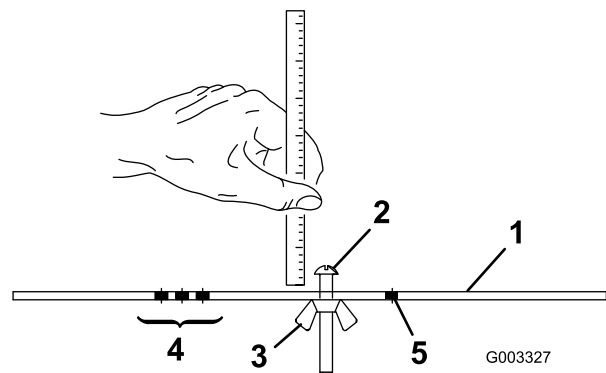

Figura 18
2. Slăbiți piulița de pe bara de distanare (Figura 18) și setați urubul de reglare la înălțimea de tăiere dorită. Distanța dintre partea inferioară a capului urubului și latura frontală a barei este înălțimea de tăiere.